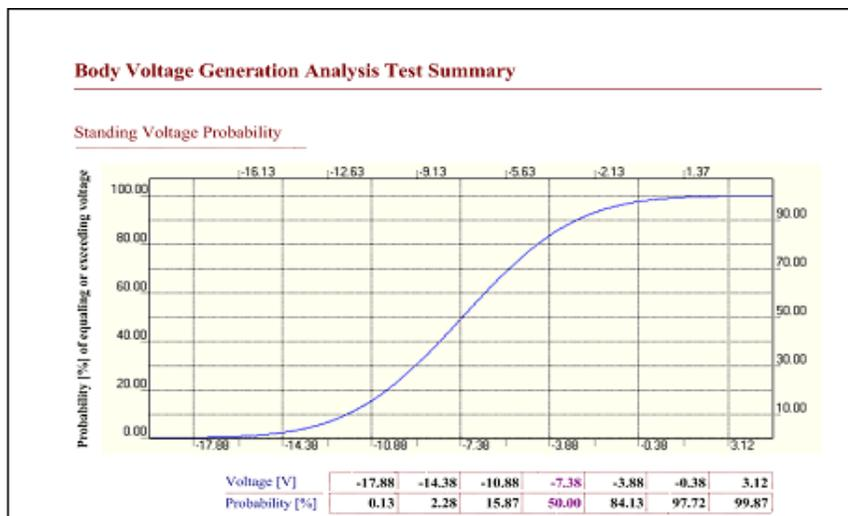

Figure 31: 負極データでの人体電圧発生の確率カーブ。カーブは右（高確率）から左（低確率）に傾斜。
- d. **Body Voltage Analysis** レポートを選択するとデータの値と極性を用いて計算したグラフを作成します。(図31)